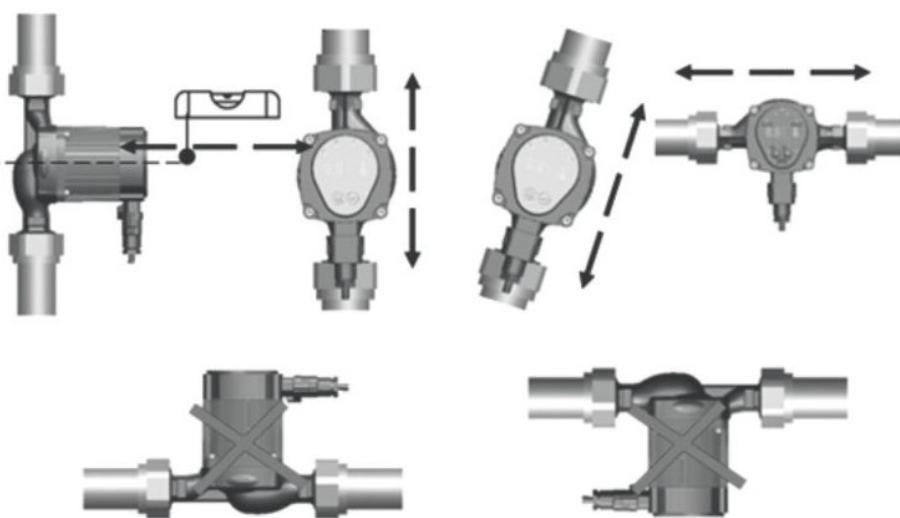

Рисунок 1
- вал двигателя насоса должен располагаться строго горизонтально (Рисунок 1)